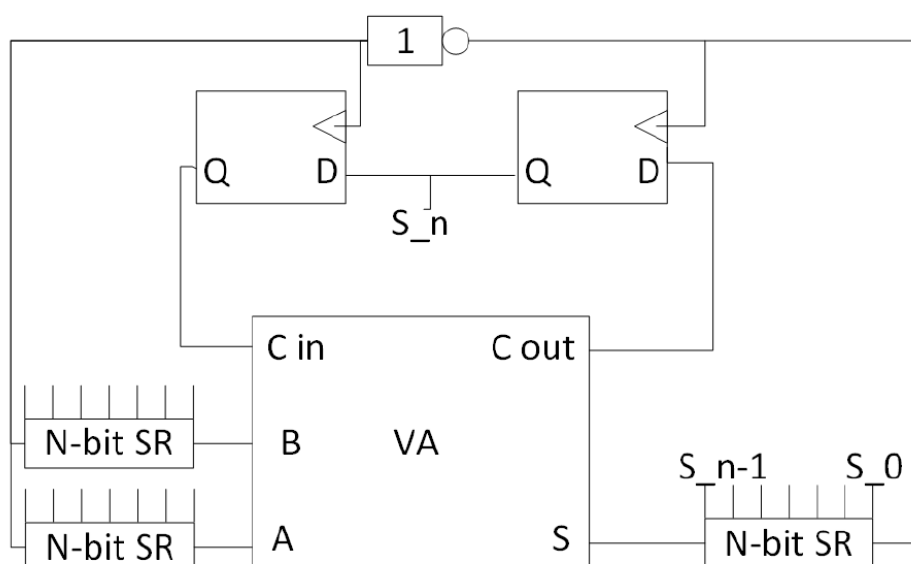

Abbildung 4.6: Serielladdierer
*Idee:* Angelehnt an die Verfahrensweise des Menschen sollen die Stellen der beiden Summanden nacheinander (und nicht gleichzeitig) addiert werden. Dadurch wird nur **ein** VA und mehrere Schieberegister (SR) benötigt. Daher ist der Serielladdierer (SA) ein Schaltwerk, kein Schaltnetz! Abbildung 4.6 zeigt das Schaltwerk eines Serielladdierer.